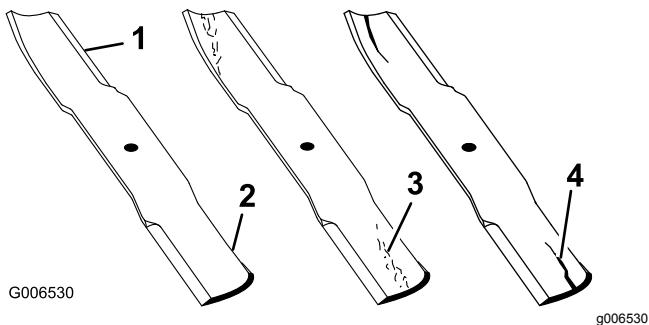

Figura 50
- Inspeccione los filos de corte (Figura 50).
4. Si observa fisuras, desgaste o la formación de una ranura en esta zona, instale de inmediato una cuchilla nueva (**Figura 50**).